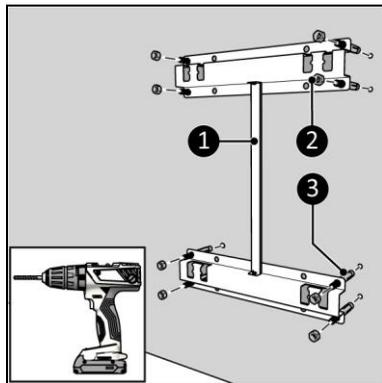

Figure 8
1. Placez le support contre le mur, avec les ouvertures du support orientées vers le haut, et marquez les huit trous (figure 8).
3. Placez les boulons d'ancrage (figure 8, pos. 3).
4. Serrez le support mural (figure 8, pos. 1) au mur avec les huit écrous (figure 8, pos. 2).